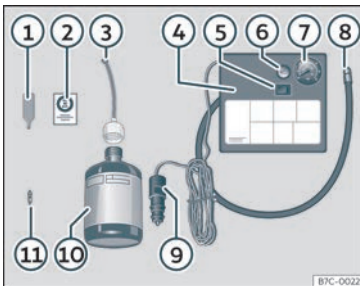

Fig. 34 Rappresentazione standard: contenuto del kit per la riparazione degli pneumatici.
Il kit per la riparazione degli pneumatici si trova nel sottofondo del bagagliaio. Include i seguenti componenti»» **fig. 34** :
- Svitare il cappuccio e l'elemento di tenuta della valvola del pneumatico. Utilizzare l'apparato»» **fig. 34** ① per estrarre l'elemento di tenuta. Collocarlo su una superficie pulita.
- Agitare vigorosamente la bomboletta del sigillante per pneumatici»» **fig. 34** ⑩.
- Avvitare il tubo di gonfiaggio»» **fig. 34** ③ alla bomboletta del sigillante. La piombatura della bomboletta si rompe automaticamente.
- Rimuovere il tappo del tubo di riempimento»» **fig. 34** ③ e avvitare l'estremità aperta dal tubo alla valvola dello pneumatico.
- Ricollocare l'elemento di tenuta con l'apparato»» **fig. 34** ① nella valvola del pneumatico.
- Avvitare il tubo di gonfiaggio dello pneumatico del compressore»» **fig. 34** ⑧ nella valvola dello pneumatico.
- Verificare che la vite di sfiato dell'aria sia chiusa»» **fig. 34** ⑥.
- Collegare il connettore»» fig. 34 ⑨ a una presa elettrica a 12 V del veicolo»» pag. 149 .
- Collegare il compressore ad aria con l'interruttore ON/OFF»» fig. 34 ⑤.
- Incollare l'adesivo»» fig. 34 ② sul quadro strumenti, all'interno del campo visivo del conducente.
Riavvitare il tubo di gonfiaggio»» fig. 34 ⑤ e controllare la pressione con il manometro ⑥.